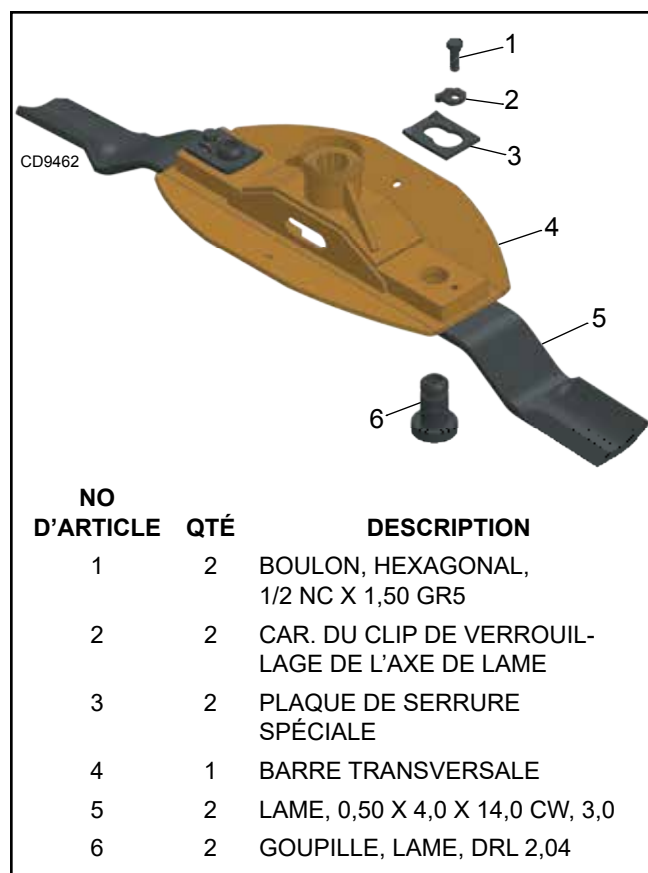

Figure 14. Retrait de la lame
- Le retrait de la lame n'est pas nécessaire lors du retrait de la barre transversale. Si désiré, les lames peuvent être removed.as représentées à la Figure 14.